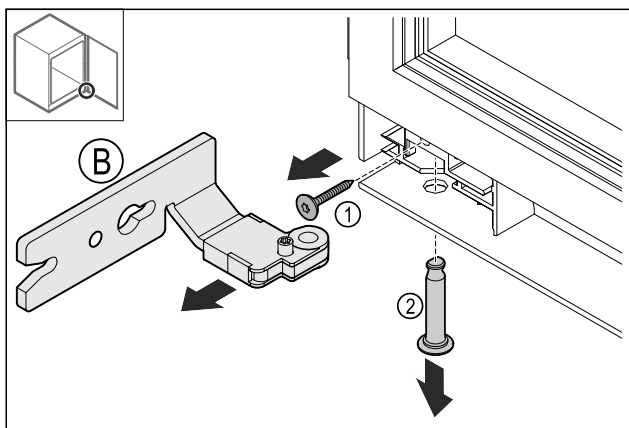

Fig. 17
- Ta bort skruven. Fig. 17 (1).
- Ta bort stiftet Fig. 17 (2).
- Ta bort gångjärnet Fig. 17 (B).